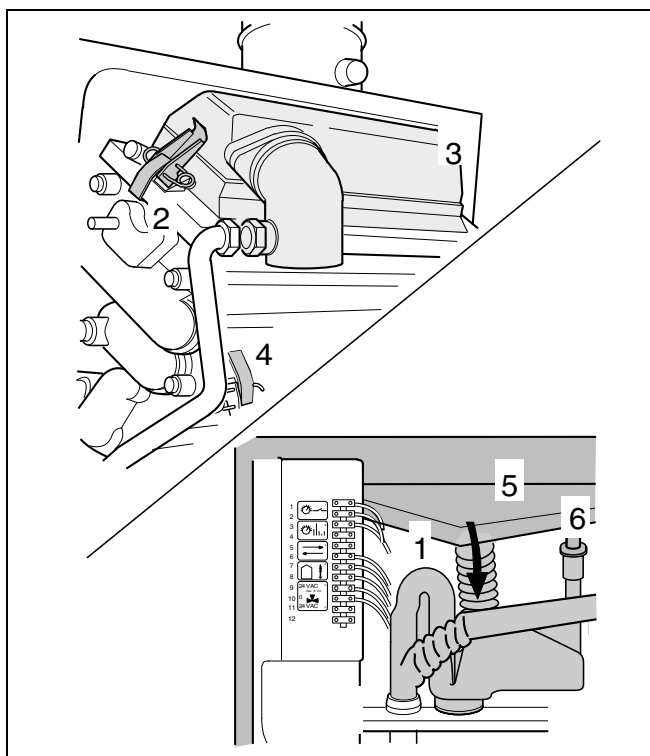

Abb. 36 Abdeckung und Kondensatplatte abnehmen
- Beide Halteklammern (Abb. 36, Pos. 2) an der Brennerabdeckung lösen und Brennerabdeckung und Brenner (Abb. 36, Pos.3) entnehmen.
- Siphon von der Kondensatplatte abziehen (Abb. 36, Pos. 1).
- Verbindung zum Kondenswasserbypass lösen (Abb. 36, Pos. 6).
- Halteklammern (Abb. 36, Pos. 4) an der Kondensatplatte lösen und Kondensatplatte (Abb. 36, Pos. 5) entnehmen.